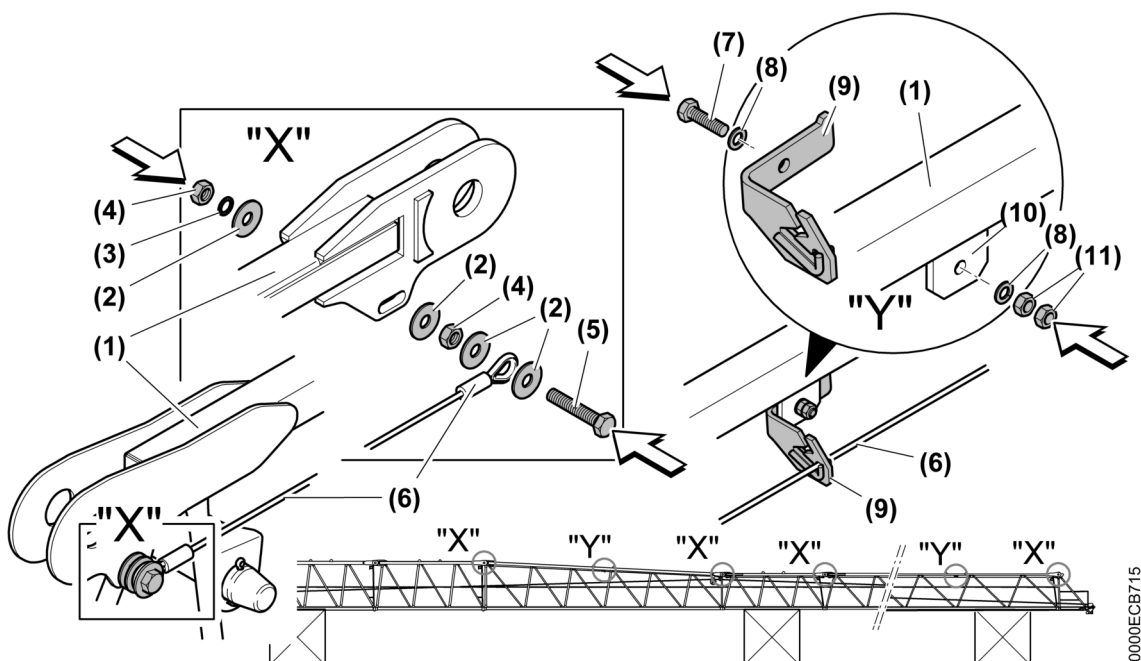

Fig. 345: Geländerseile montieren
- ▶ Geländerseil **(6)** an Obergurt **(1)** mit Schrauben **(5)** verschrauben. Jede Schraube **(5)** mit vier Scheiben **(2)**, einer Sicherungsscheibe **(3)** und zwei Muttern **(4)** sichern (Anordnung der Sicherungselemente beachten: siehe: Fig. 345, Seite 364).